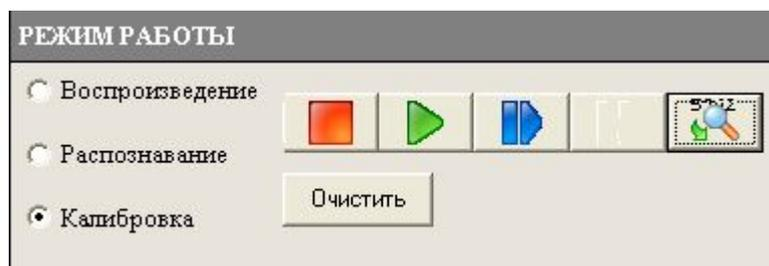

Рис. 58 Установка режима работы
- Установите переключатель режима в положение *Калибровка* (Рис. 58).